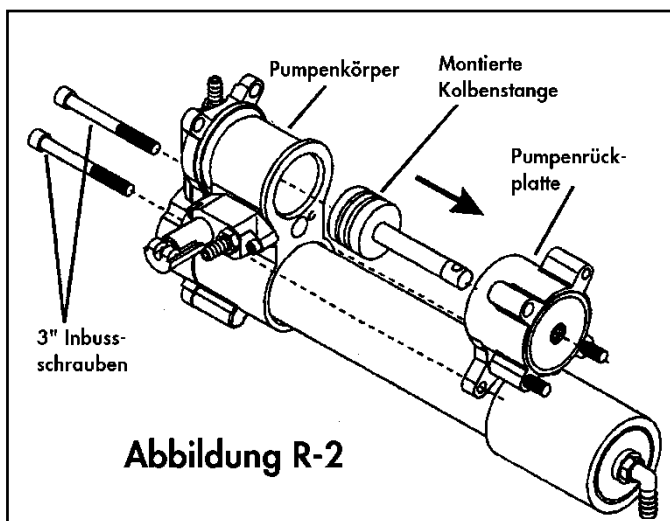

Abbildung R-2
4. Entfernen Sie die zwei 3" Inbusschrauben mit dem Inbusschlüssel. Nun können sie Pumpenrückplatte sowie den kompletten Kolben entfernen (Abb. R-2).